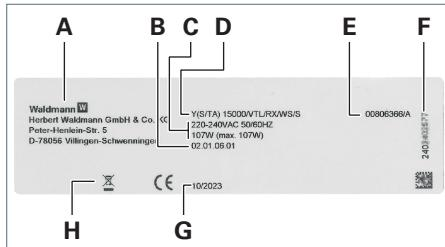

Fig. 36: Plaque signalétique tête de luminaire (exemple).
- Tête du luminaire existante, à partir du numéro de série 2402389763, voir Fig. 36.